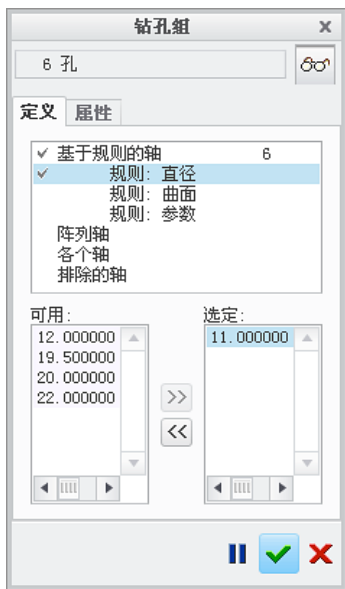
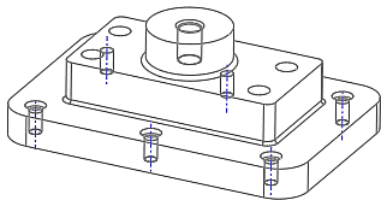

图 4.1.25 “钻孔组”对话框
图 4.1.26 预览孔轴线
Step6. 再次选择 **制造** 功能选项卡 **制造几何** 区域中的  钻孔组 命令, 系统弹出“钻孔组”对话框。在“钻孔组”对话框中选择 **规则: 直径** 选项, 在 **可用:** 列表框中选择 **11.000000** 选项, 单击 **>>** 按钮将其添加到 **选定:** 列表框中, 此时对话框显示如图 4.1.25 所示, 单击  按钮, 此时在图形区显示孔的轴线, 图 4.1.26 所示。